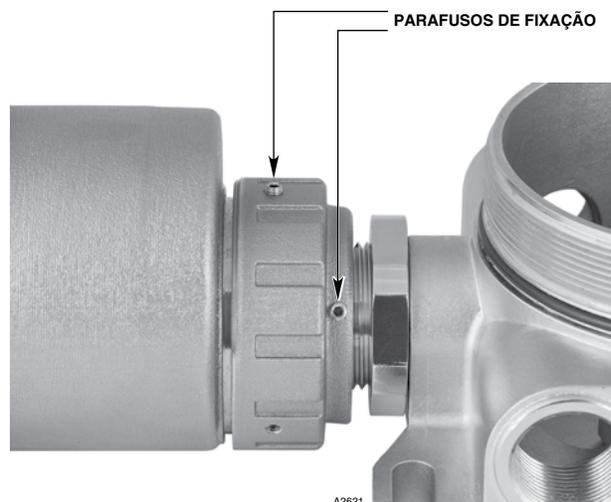

Figura 11—Localização do parafuso de fixação no anel do conector
*Há um total de seis furos para os parafusos de fixação no anel do conector, três no nível inferior e três no nível superior. Instale pelo menos um parafuso de fixação em cada nível. Veja a Figura 11.*